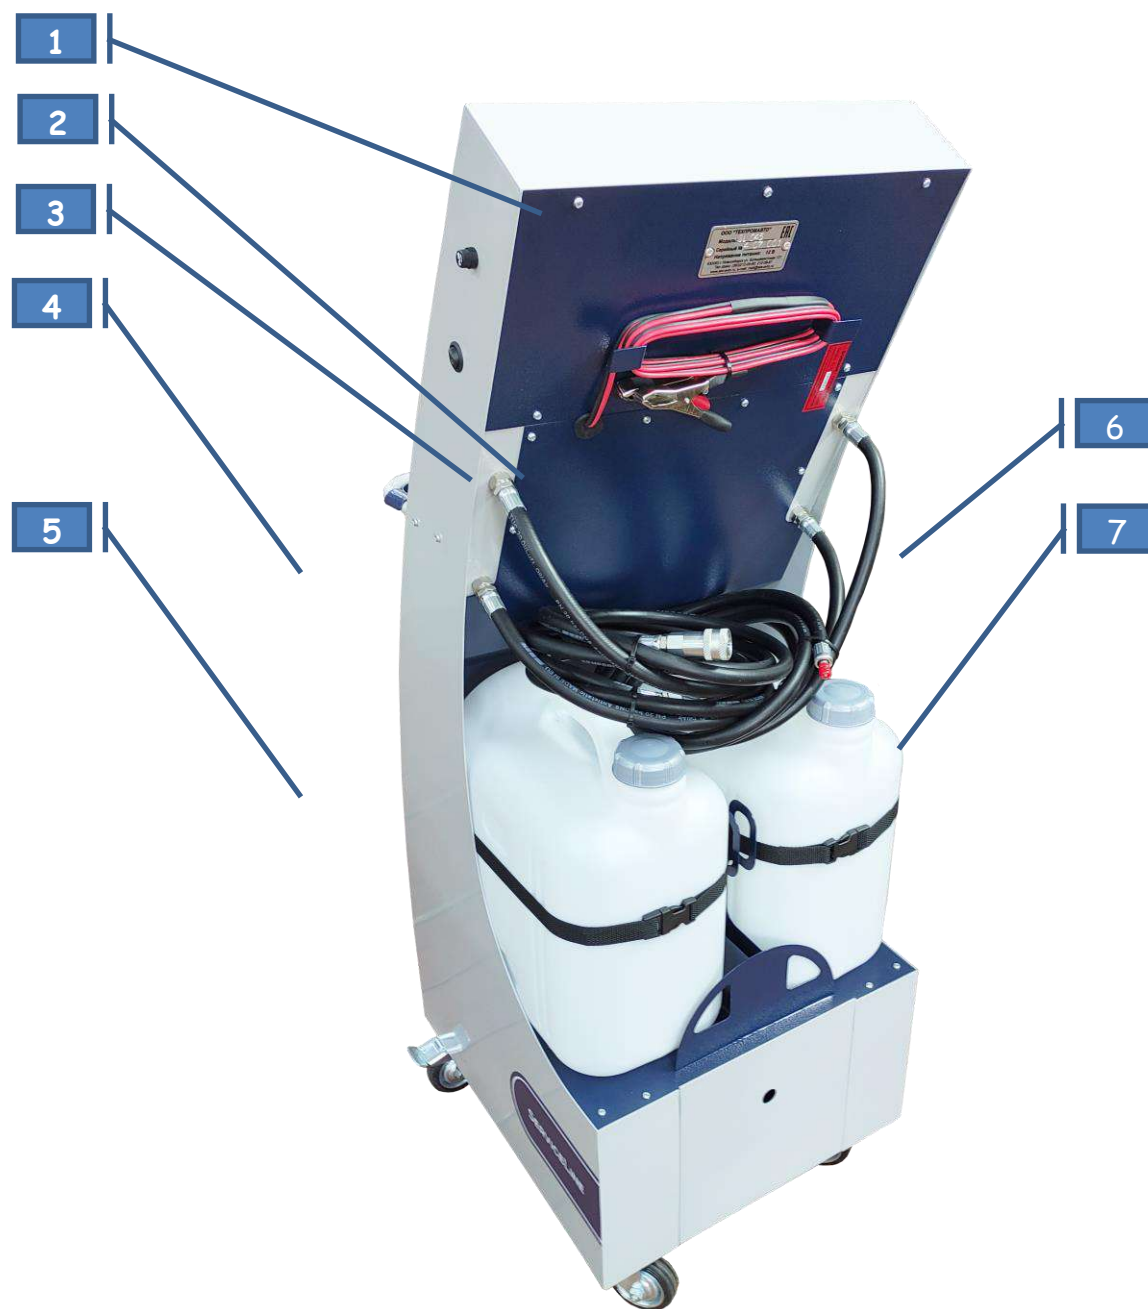

Рис. 3
4. К адаптерам подключить с помощью БРС (п.2, п.3 рис.3) рабочие шланги установки, в произвольном порядке (установка снабжена автоопределением потока)
20. Отсоединить Рабочие шланги установки (пп. 5,6 рис.3) от адаптеров и убрать в отведенное для их хранения место.
22. Вынуть из емкостей Сливной и Заборный шланги установки (пп. 8,9 рис.3) и убрать в отведенное для их хранения место.